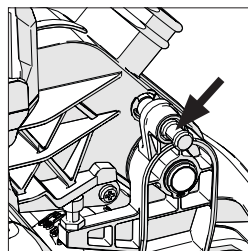

Fig. 15
- Se till att såghuvudet är i nedlöst position med låsstiftet fäst i sitt uttag (**Fig. 15**).
- Se till att såghuvudet är i nedåtlåst position med låsstiftet helt fäst i sitt uttag (**Fig. 15**).
- Dra ut huvudets låsstift (**Fig. 15**) och låt såghuvudet höjas till dess övre position.